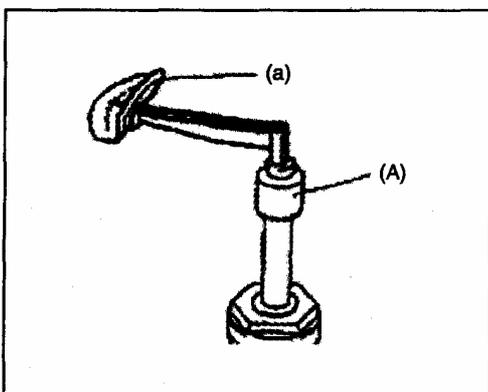

Рис. 448
- 3) После затягивания регулировочной гайки, поверните на  $90^\circ$  и проверьте момент поворота шестерни рейки (Рис.448). Специальный инструмент (А):